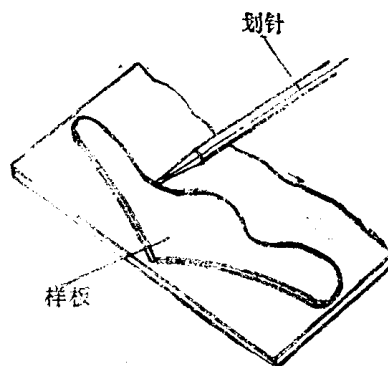

图 2-21 按样板划线
(1) 用0.5~2毫米厚的钢板，根据工件的尺寸、形状的要求，先作出样板。
(2) 将样板放在工件表面上，按照外形用划针划线（见图2-21）。